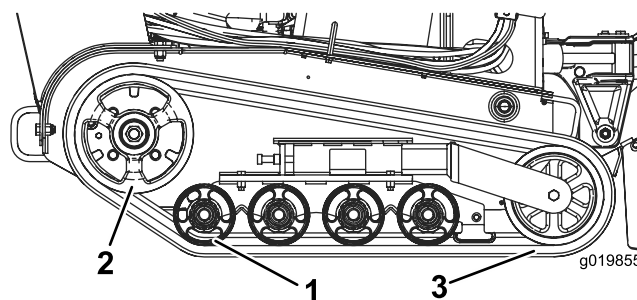

Bild 46
Wichtig: Reinigen Sie die Räder und das Antriebsrad (Bild 46).
8. Legen Sie die neue Kette, beginnend am Antriebsrad, um das Antriebsrad und stellen Sie sicher, dass die Stollen an der Kette zwischen die Distanzstücke auf dem Antriebsrad passen (**Bild 46**).
9. Drücken Sie die Kette unter und zwischen das hintere und mittlere Straßenrad (**Bild 46**).